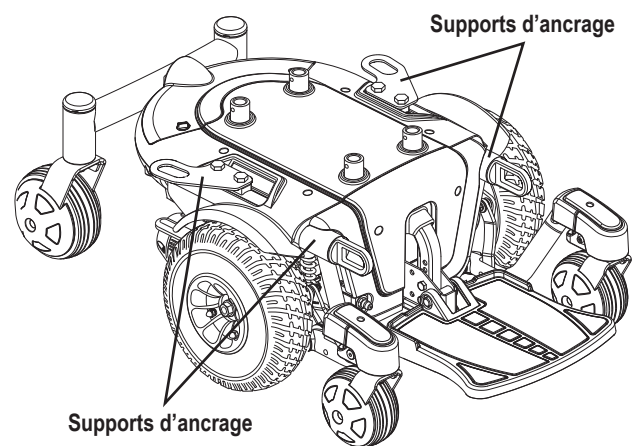

Figure 10. Support d'ancrage système transport
- Fixez les quatre (4) courroies aux points d'ancrage désignés et identifiés par la symbole d'ancre sur le fauteuil motorisé. **Voir les figures 10 et 11.** Serrez-bien les courroies pour retirer le jeu excessif.